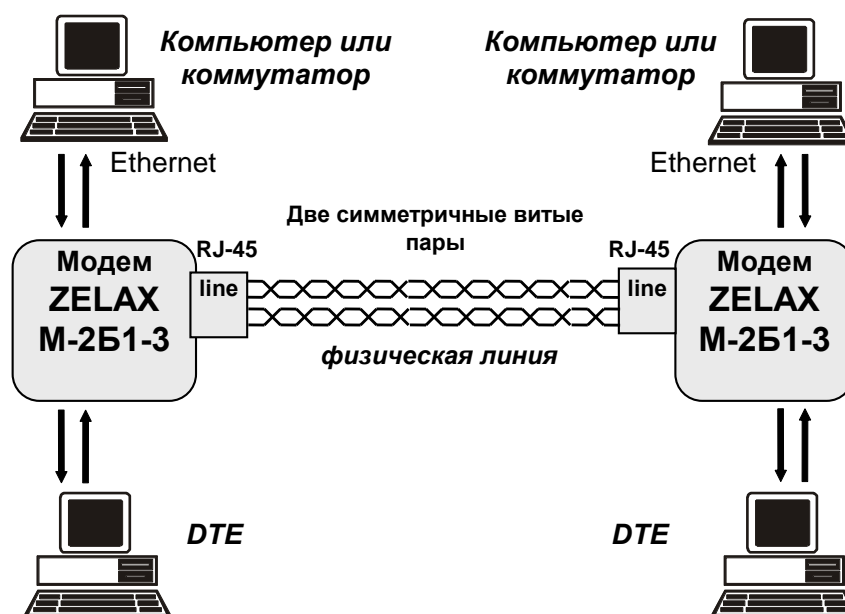

Рис. 6. Схема соединения модемов
Схема соединения модемов для организации дуплексного канала связи приведена на Рис. 6. Назначение контактов линейного разъёма приведено в приложении (см. Приложение 1). В качестве линейного разъёма применяется восьмиконтактная вилка RJ-45.
1. Соединить модемы в соответствии со схемой, приведенной на Рис. 6